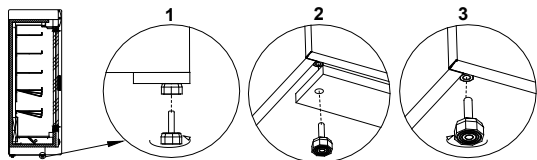

Рис.2 Удаление деревянного поддона
- Распаковать оборудование и удалить деревянный поддон, находящийся на подставке Рис.2 (стр.30)